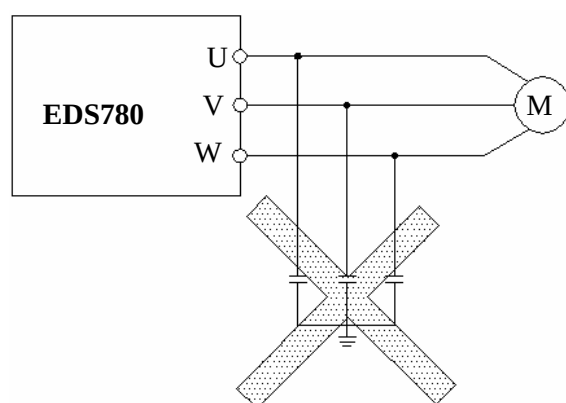

图 1-1 变频器输出端禁止使用电容器
- (11) 电机在首次使用或长时间放置后再使用之前，应做电机绝缘检查。请使用 500V 电压型兆欧表进行检查，绝缘电阻不得小于 5 MΩ，否则有损坏变频器的可能。
- (12) 禁止输出侧安装改善功率因数的电容器或防雷用压敏电阻等，否则将造成变频器故障跳闸或器件的损坏，如图 1-1 所示。
- (13) 特别提醒：EDS780变频器在需要长期满负荷工作时，客户务必对此外置散热风扇，否则可能出现过热保护故障并影响变频器的正常使用寿命！（变频器输出电流在4A以下时，可以不外置风扇使用。）